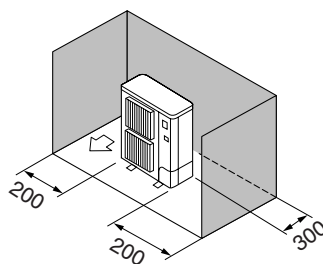

Fig. 2-4
- ③ Solo ostacoli posteriori e laterali (Fig. 2-4)